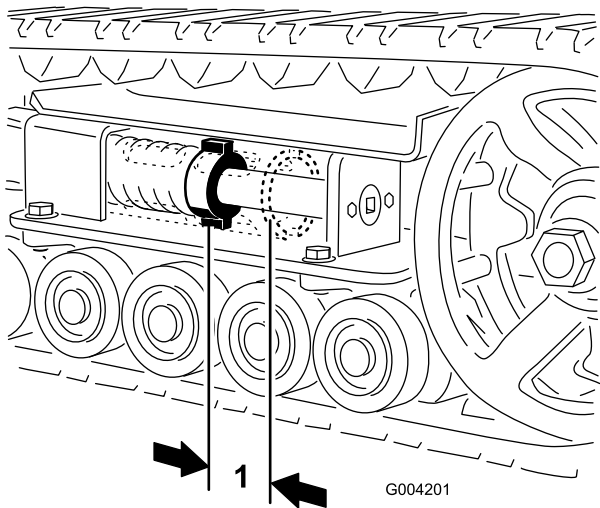

Bild 44
Der Abstand zwischen der Spannungsmutter und der Rückseite des Spannsrohrs sollte 7 cm sein (Bild 44). Stellen Sie ansonsten die Kettenspannung wie folgt ein:
5. Drehen Sie die Spanschraube mit einer Ratsche ($\frac{1}{2}$ ") nach links, bis der Abstand zwischen der Spannmutter und der Rückseite des Spannsrohrs 7 cm beträgt (Bild 44).
12. Drehen Sie die Spannschraube nach links, bis der Abstand zwischen der Spannmutter und der Rückseite des Spannungsrohrs (Bild 44) 7 cm beträgt.
18. Drehen Sie die Spannschraube nach links, bis der Abstand zwischen der Spannmutter und der Rückseite des Spannungsrohr (Bild 44) 7 cm beträgt.